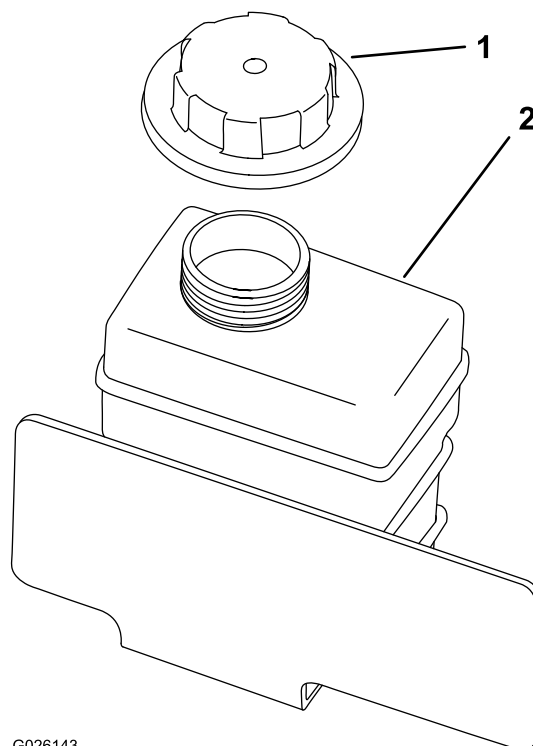

Figure 61
4. Enlevez le bouchon du vase d'expansion (Figure 61).